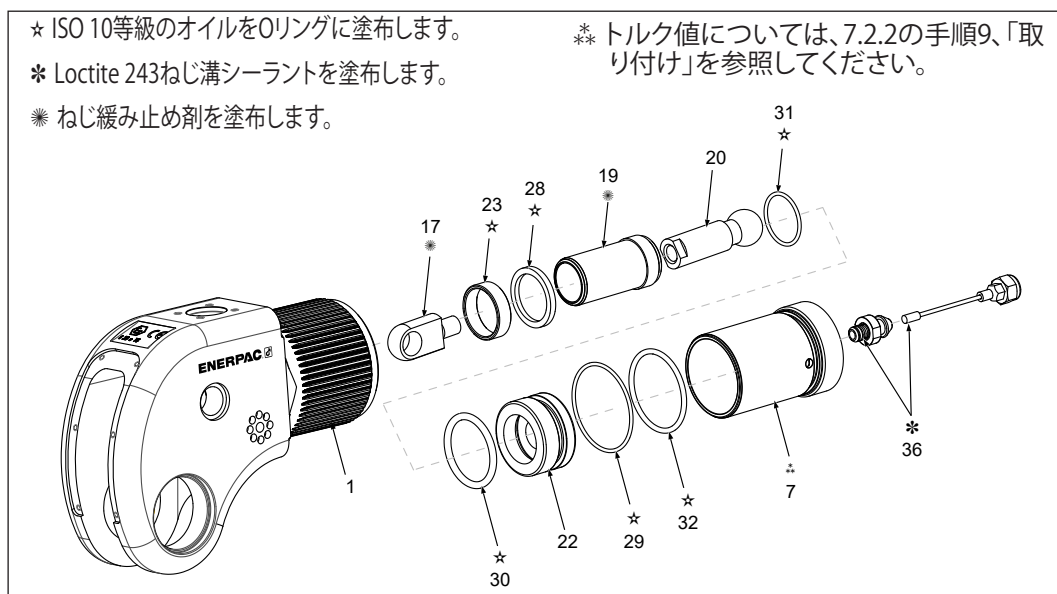
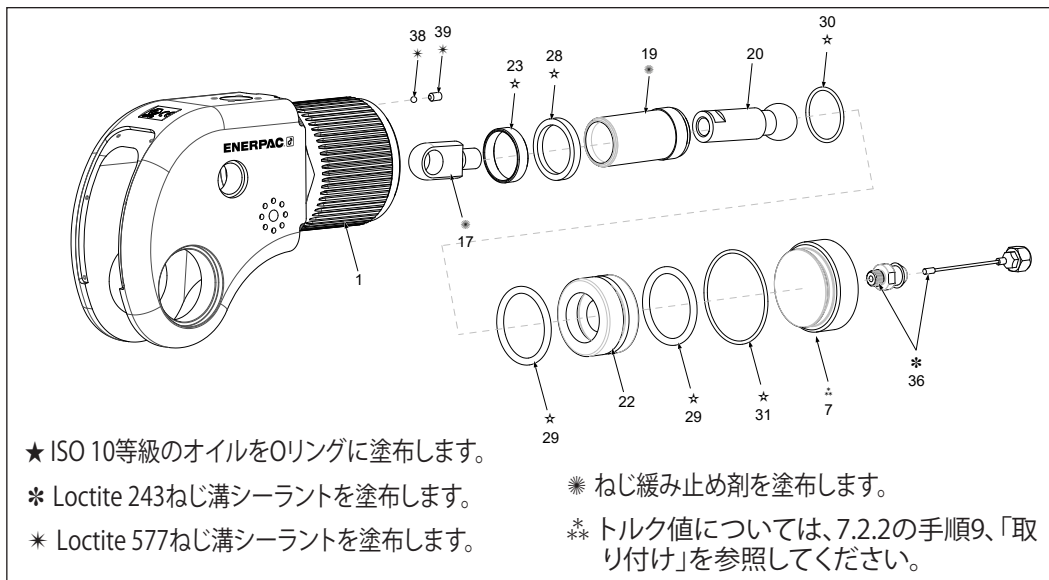

図13: DSX1500、DSX3000、DSX5000ピストンの展開図
図14: DSX11000、DSX25000ピストンの展開図
3. サークリップ固定リング (A) を取り付けます。
7.2.2 ピストンアッセンブリ(図13/図14)
・ 再組み立てと取り付け(図13/図14)